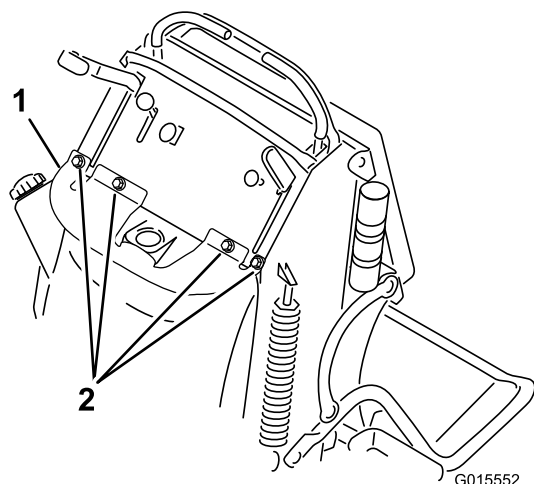

Bild 2
6. Entfernen Sie die vier Schrauben, mit denen die Halterung oben am Kraftstofftank befestigt ist (Bild 2).